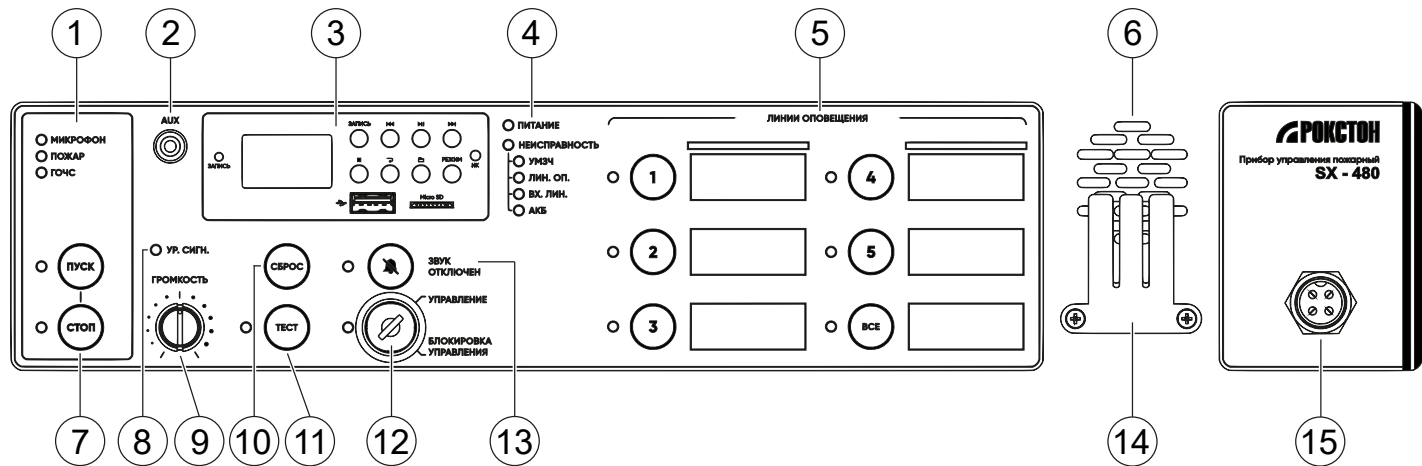

Рисунок 1 — Лицевая панель прибора SX
- Ручной (нажатие кнопки «**ПУСК**» рис. 1 поз. 7).
1.5.2.1 Возможна настройка дополнительных сценариев оповещения по кнопке «ПУСК» (Рис. 1, поз. 7). Активация записанных сообщений производится из папки с префиксом «М». Для входа в настройку ручного оповещения необходимо нажать на кнопку **«СТОП»**, загорится жёлтый светодиод. С помощью кнопок линий оповещений «1-5» (Рис.1 поз. 5) выберите необходимую папку с сообщением (Таблица 7), далее нажмите кнопку **«ПУСК»** и выберите необходимые линии для вещания. Устройство запоминает указанную папку с сообщением «М» и зоны для последующей активации. Возможна настройка зон оповещения через ПК (п. 2.4.3.2).